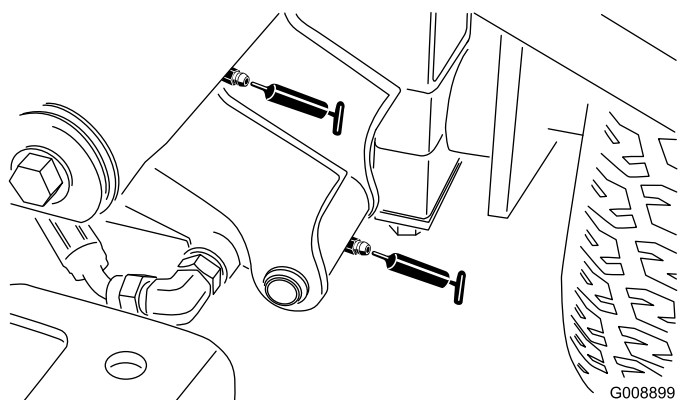

Figura 41
- Pivote y cilindro de elevación del brazo de elevación delantero izquierdo (2) (Figura 41)